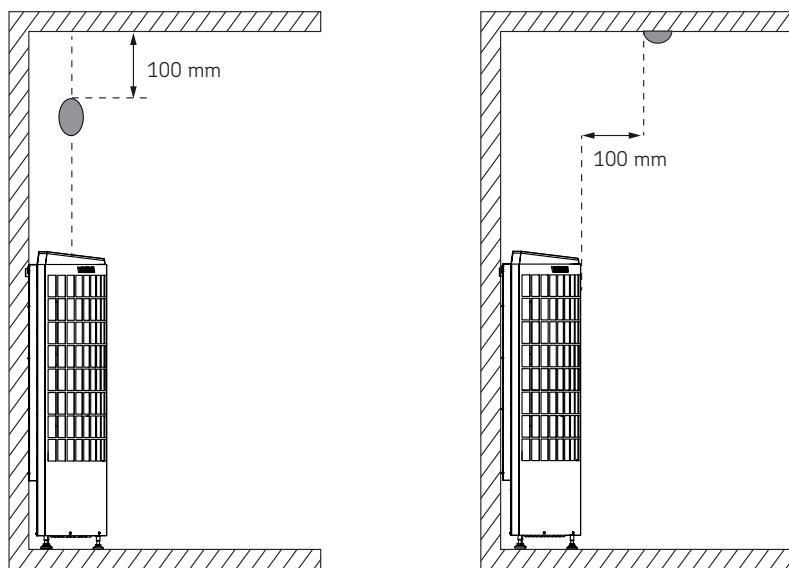

Figura 3. Instalación del sensor térmico
- Instale el sensor (SP248) como se muestra en la figura (Figura 3. Instalación del sensor térmico)